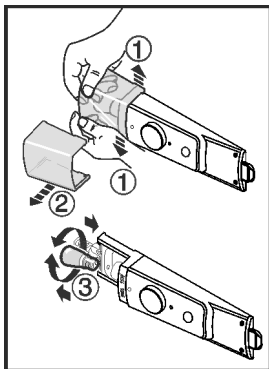

Fig. 14
- ▶ Натиснете навън капака на лампата в предната част отвътре съгласно фигурата Fig. 14 (1) и го изтеглете настрана Fig. 14 (2).
- ▶ Сменете лампата. Fig. 14 (3)